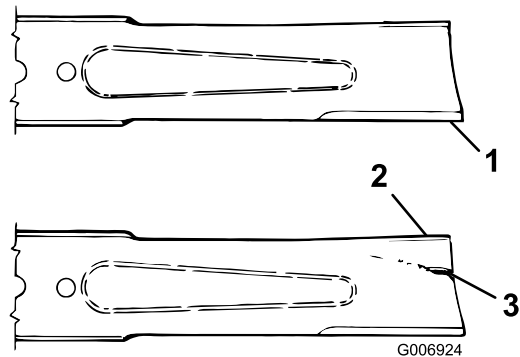

Figure 84
est important de contrôler l'état de la lame avant d'utiliser la machine. Remplacez la lame si elle est usée (Figure 84); voir Dépose de la lame.
Si la lame est trop usée, une entaille se forme entre l'ailette et la partie plane (Figure 84). La lame peut alors se briser et un morceau peut être projeté du dessous de la machine, vous blessant gravement ou une personne à proximité.
2. Examinez attentivement les tranchants de la lame, particulièrement au point de rencontre de la partie plane et de l'ailette (Figure 84). Le sable et les matières abrasives peuvent éroder le métal à cet endroit, c'est pourquoi il